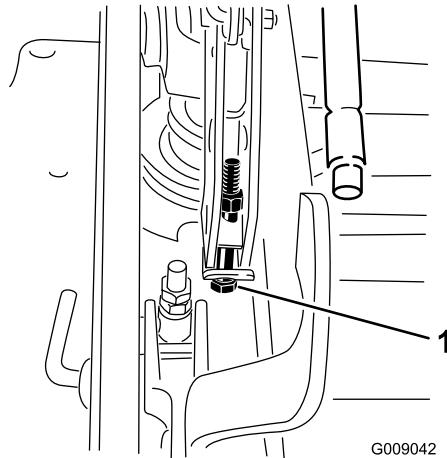

Figura 86
12. Se il piatto è troppo basso, serrate il bullone di regolazione da un punto unico ruotandolo in senso orario. Se il piatto è troppo alto, allentate il bullone di regolazione da un punto unico ruotandolo in senso antiorario (Figura 86).